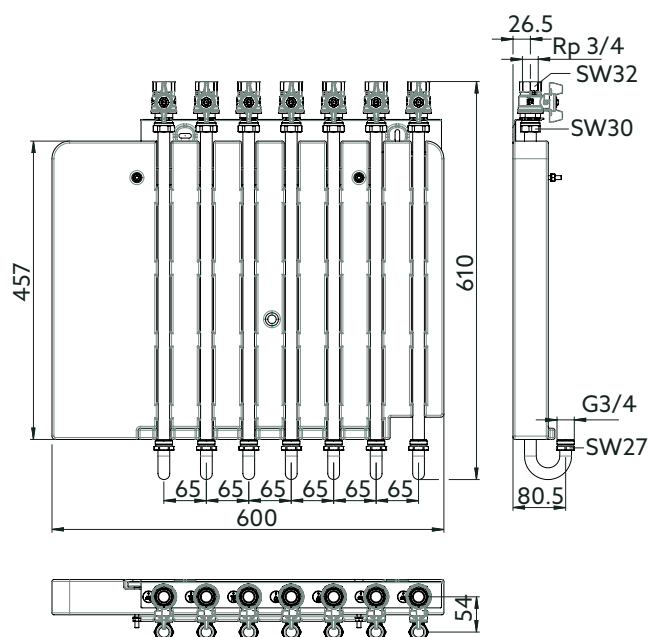

Fig. 2: Encombres
- 1 Placer le jeu de raccordement avec robinets à tournant sphérique à l'horizontale sur le mur, à la hauteur souhaitée. Noter les encombrements (voir Fig. 2 en page 22).